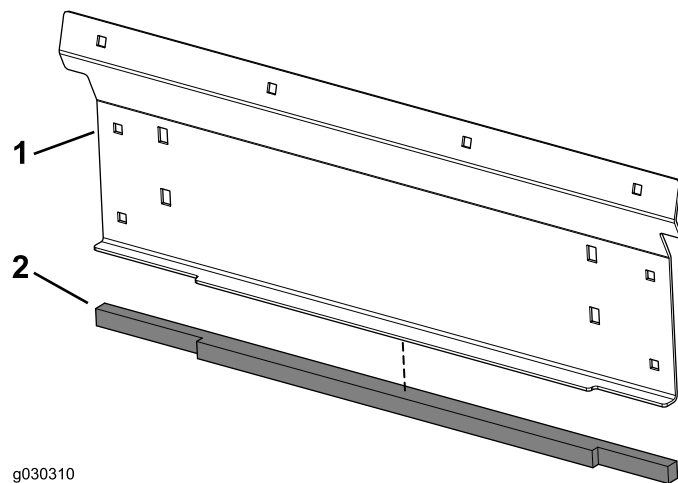

図 16
7. 下側バックプレートに、後シールを貼り付ける 図 16。